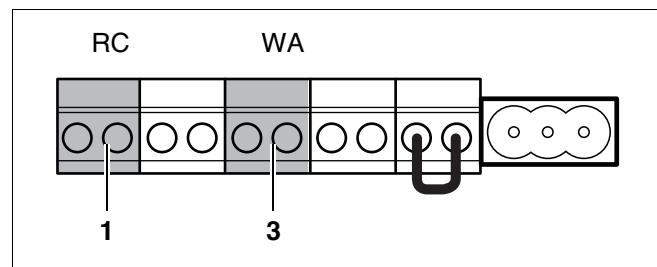

Рис. 33 Клеммы для подключения блока управления RC и беспотенциального контакта запроса тепла
- Подключать одновременно RC (рис. 33, поз. 1) и терmostat к клеммам беспотенциального контакта запроса тепла недопустимо (рис. 33, поз. 3).